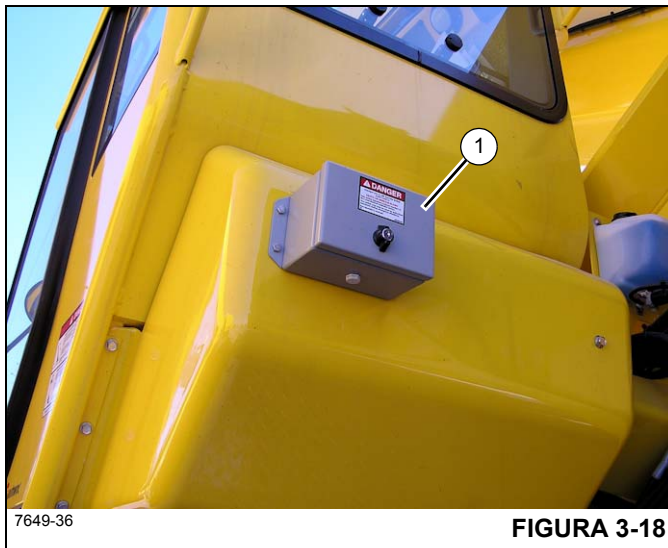

FIGURA 3-18
El interruptor de anulación de emergencia del RCL se encuentra dentro de una caja de puerta sencilla cerrada con llave (1) (Figura 3-18) que está fijada en la parte trasera exterior de la cabina del operador. Este interruptor es un interruptor basculante con dos posiciones de contacto momentáneo que cuando se acciona, anula y evita que el RCL, por un período de 30 minutos, bloquee las funciones de la grúa (bajada de la pluma, extensión del mecanismo